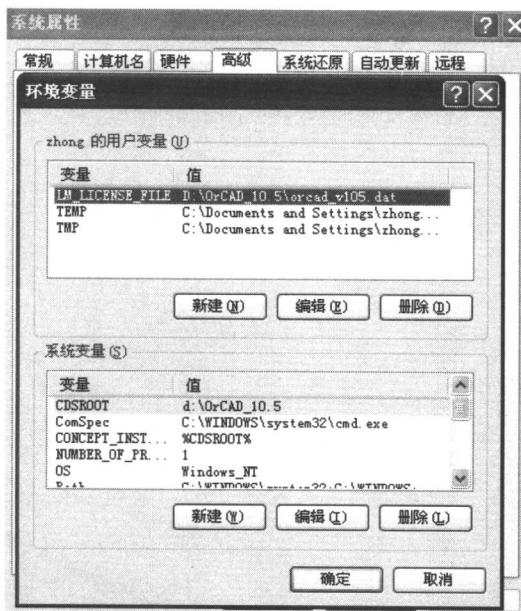
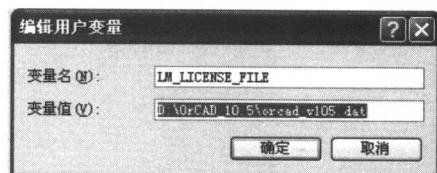

图 1.2.20 环境变量对话框
图 1.2.21 用户变量编辑界面
③单击“环境变量”按钮,弹出如图 1.2.20 所示的环境变量对话框;
④在图 1.2.20 所示的环境变量对话框中单击“编辑”按钮,弹出如图 1.2.21 所示用户环境变量编辑对话框,输入环境变量,如 D:\OrCAD\_10.5\OrCAD\_v105.dat;